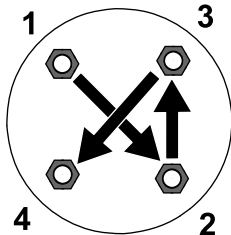

Bild 11
3. Ziehen Sie die Radmuttern (über Kreuz, wie in Bild 11 dargestellt) auf ein Drehmoment von 108 bis 122 N·m an.